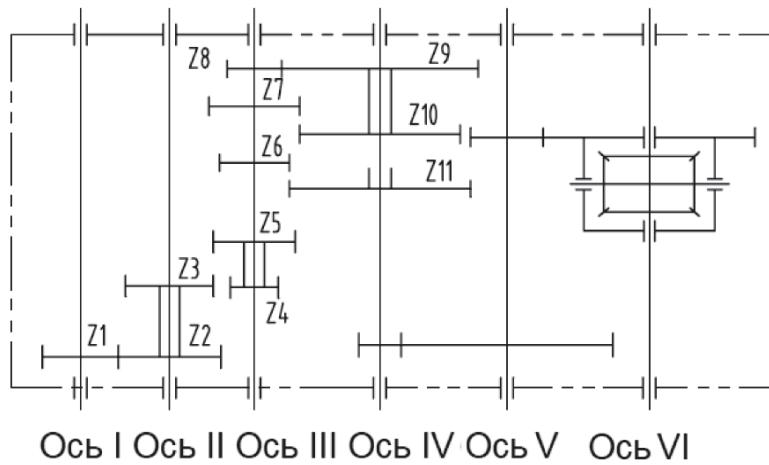

Рис. 3.4. Линия трансмиссии коробки передач 3x2+1.
Данная коробка передач состоит из переключателя передач, редуктора, дифференциала и механизма управления. В коробке передач находится 6 валов, расположенных перпендикулярно. (рис. 3.4.)
**Коробка передач  $3 \times 2 + 1$**  имеет 6 передних передач и 1 заднюю передачу, управляемые главным и вспомогательным рычагами переключения передачи, см. рис. 3.4.